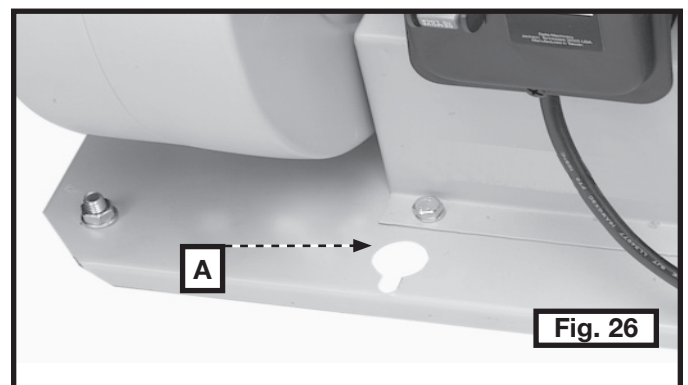

Fig. 26
En la Fig. 26 se ilustra el colector de polvo utilizado en combinación con una fresadora. Observe que el orificio de entrada está ajustado de manera que podrá recolectar el polvo generado al utilizar la fresadora.
2. Además del asa de transporte, la máquina cuenta con un soporte de montaje de almacenamiento (A), Fig. 26, con un agujero para montar el colector de polvo en una pared o un soporte de madera (cuando no se esté utilizando).